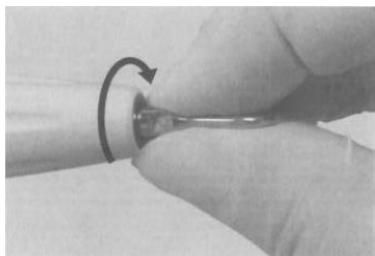

Рис.15
- 1) Сначала аккуратно накрутите насадку вручную (Рис. 15).